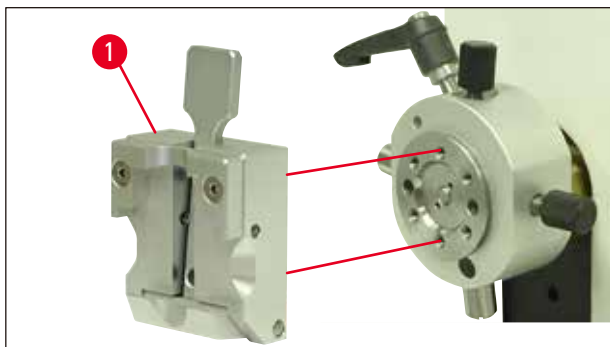

Fig. 11
4. Fest prøveklempen (→ Fig. 11-1) til prøveholderfestet som vist (→ Fig. 11), og fest den med de to skruene (→ Fig. 10-4).